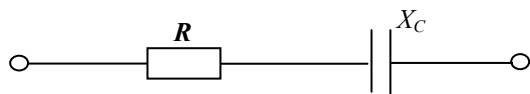

Рис. 2.24
2.2.9. Для последовательной цепи (рис. 2.24) из  $R = 6$  Ом и  $X = 8$  Ом построить эквивалентную параллельную схему и определить ее параметры  $R_{\text{экв}}$  и  $X_{\text{экв}}$ .
2.2.12. В электрической цепи (рис. 2.24)  $R = 100$  Ом. Определить, какими должны быть параметры  $L$  и  $C$ , чтобы на частоте  $\omega = 10^5$  рад/с комплексное сопротивление цепи  $\dot{Z}_{\text{ц}} = 600$  Ом.